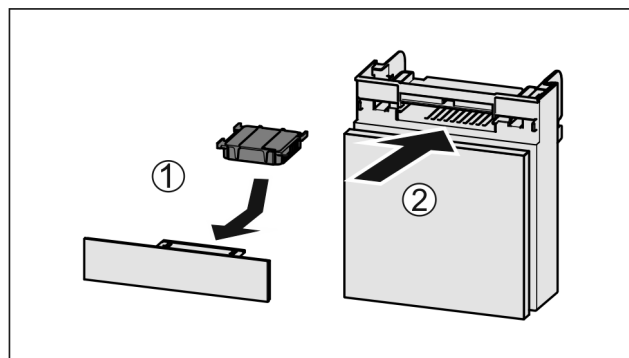

Fig. 226
- Actiefkoolfilter overeenkomstig afbeelding aanbrengen Fig. 226 (1).
- Lade erin schuiven Fig. 226 (2).